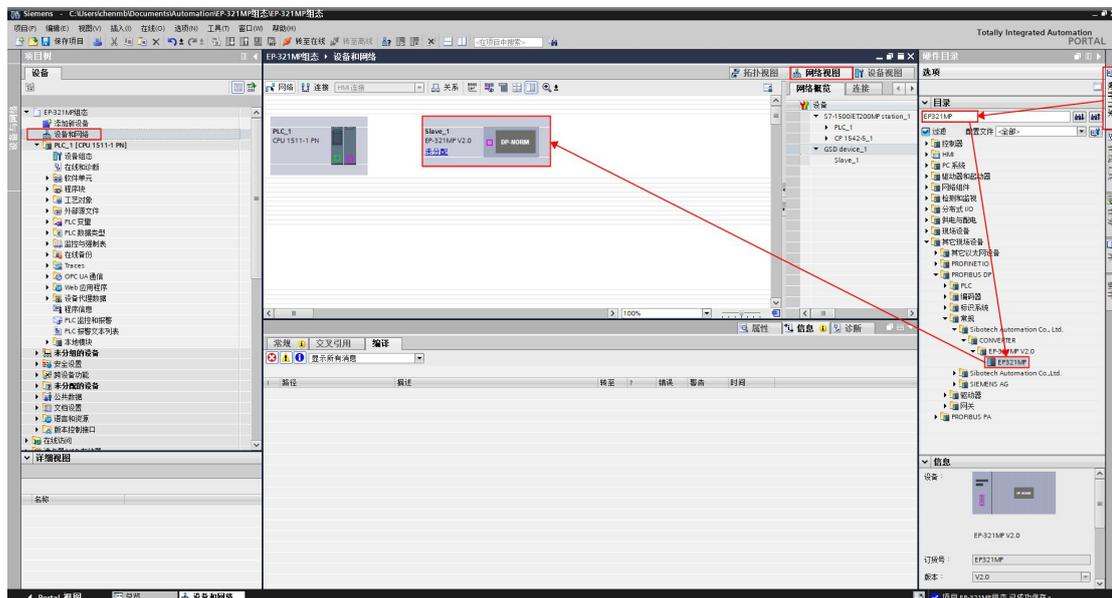

图 11 将 EP-321MP 拖入网络
11. 返回 TIA Portal 软件，双击“设备和网络”，在“硬件目录”搜索栏搜索“EP321MP”，或者其他现场设备--PROFIBUS DP--常规--Sibotech--CONVERTER--EP-321MP，选中设备并拖动入“网络视图”界面中，如图 11 所示：